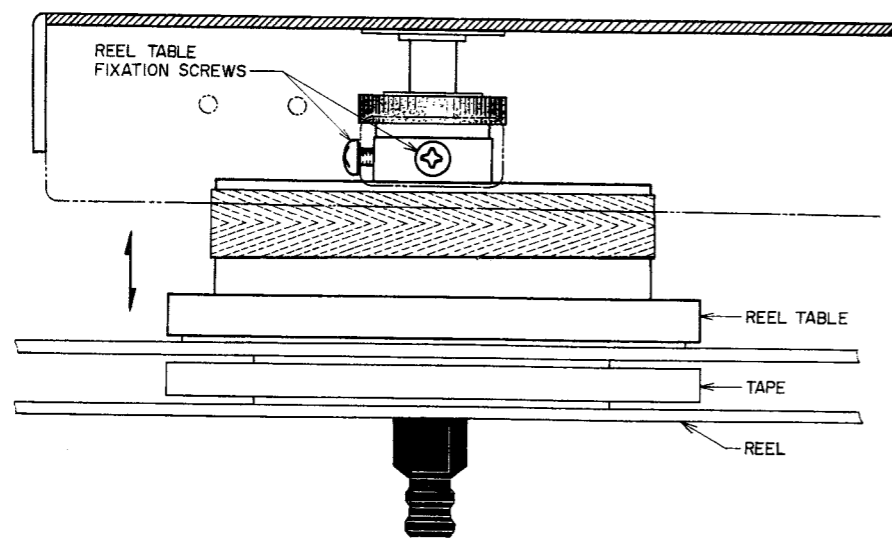

Fig. 14
7. REEL TABLE HEIGHT ADJUSTMENT (See Fig. 14)